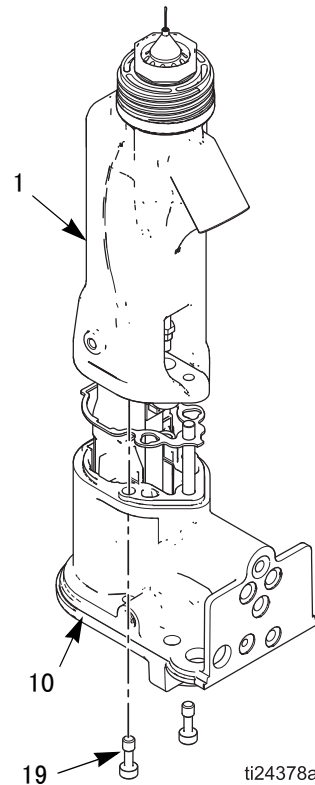

图 34. 枪管拆卸
4. 拧松两个螺钉（19）。参见图 34。
5. 一只手握牢枪身（10），将枪筒（1）直着拉出枪身。参见图 34。